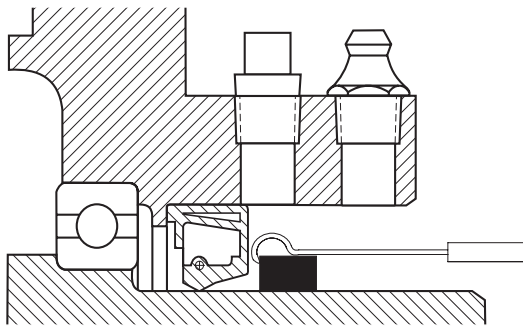

图 2
3. **外密封圈**——用钩状的工具伸到外密封圈上，轴向均匀用力往外拉，钩子用力点需要沿着密封四周游走，不要光在一点用力（请参见图2）。